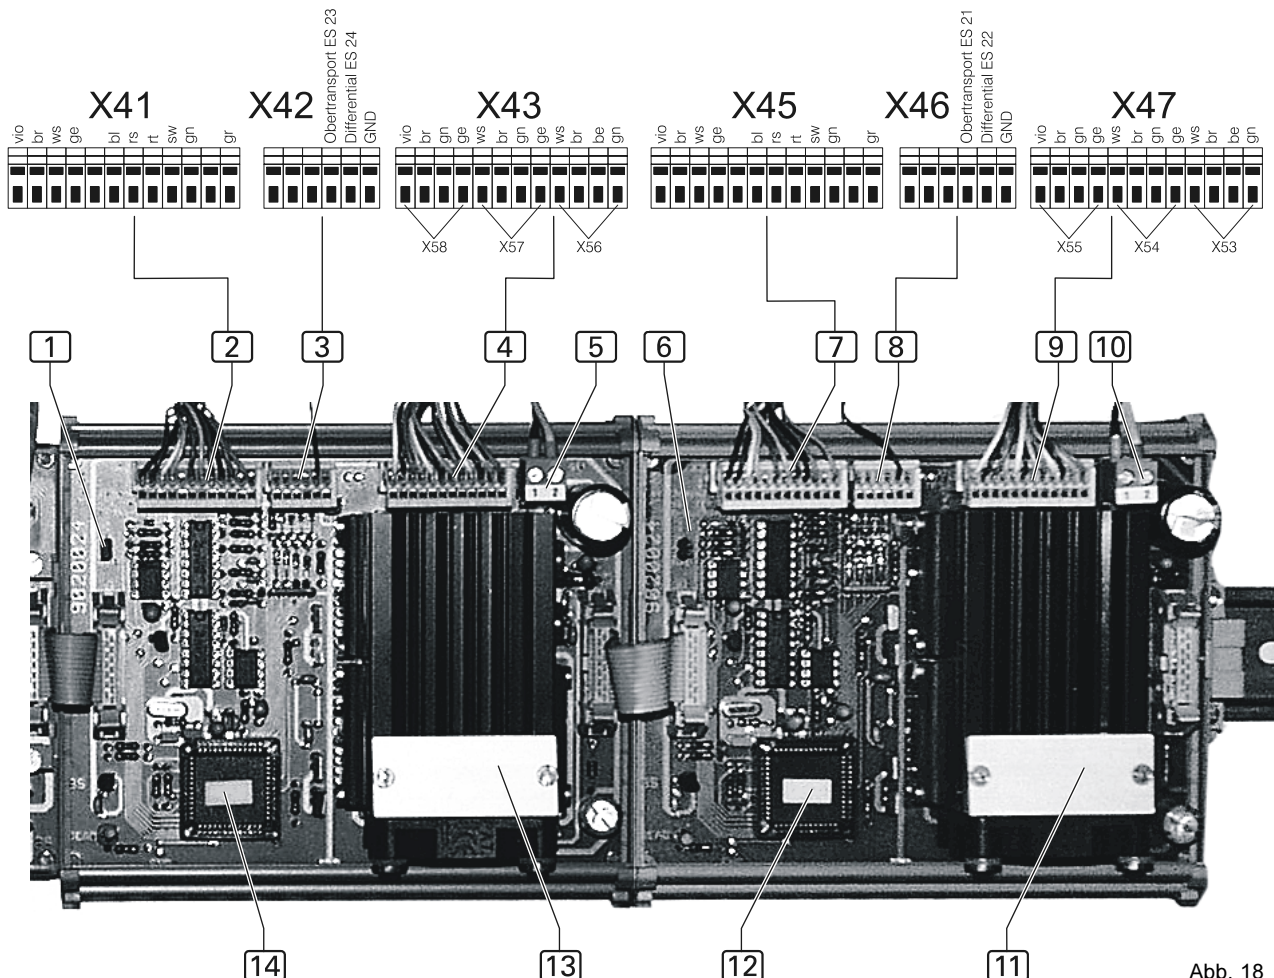

Abb. 18
**Abb. 18:** An den beiden Fadenwächtern von A- und B-Maschine können die Ansprechverzögerung und die Reaktionsempfindlichkeit justiert werden. Die Einstellung werden separat über die jeweiligen Potentiometer vorgenommen. Um die Ansprechverzögerung zu verlängern bzw. die Reaktionsempfindlichkeit zu verstärken wird das entsprechende Potentiometer im Uhrzeigersinn gedreht.